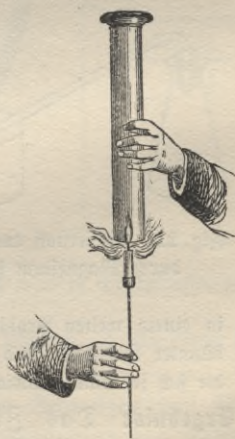

Fig. 20.
**Versuch 3** (Fig. 20): Halte einen der mit Wasserstoff gefüllten Zylinder mit der Öffnung nach unten, nimm den Glasdeckel ab und führe einen brennenden Span oder ein Licht hinein.